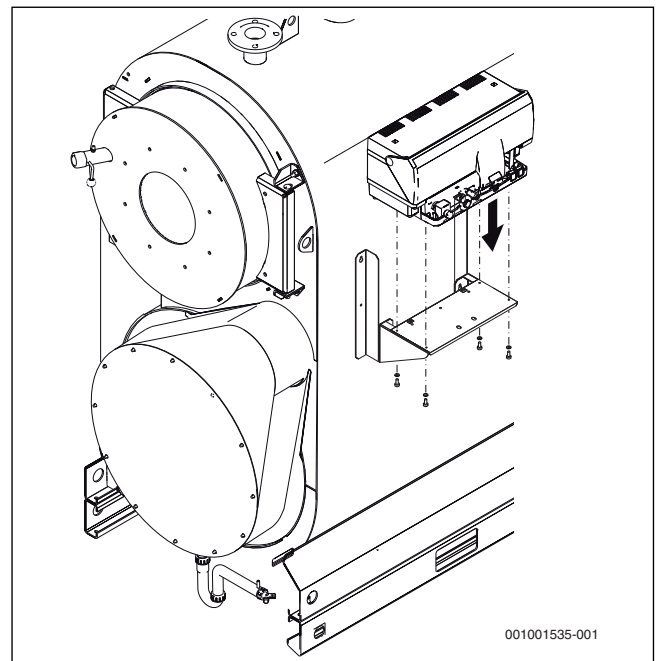

Рис. 25 Монтаж системы управления
- ▶ Закрепите крышку двумя винтами (→ рис. 25, стр. 27).